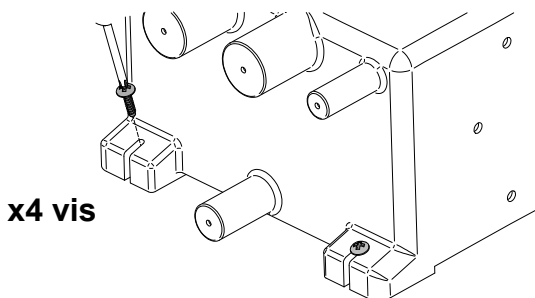
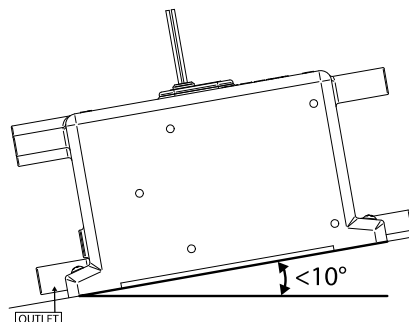

**Figure 3** Tailles de ports et diamètres de perçage recommandés pour les collecteurs d'eaux usées de 8 litres (2,1 gallon US)
**Figure 4** Tailles de ports et diamètres de perçage recommandés pour les collecteurs d'eaux usées de 16 litres (4,2 gallon US) et de 20 litres (5,3 gallons US)
**Étape 1:** Percez uniquement les ports devant être utilisés dans le cadre de l'installation. Les tailles de ports et les diamètres de perçage recommandés sont indiqués dans la Figure 3 pour les collecteurs de 8 litres (2,1 gallons US) et dans la Figure 4 pour les collecteurs de 16 litres (4,2 gallons US) et 20 litres (5,3 gallons US). Assurez-vous de retirer tous les copeaux à l'intérieur du collecteur après le perçage.